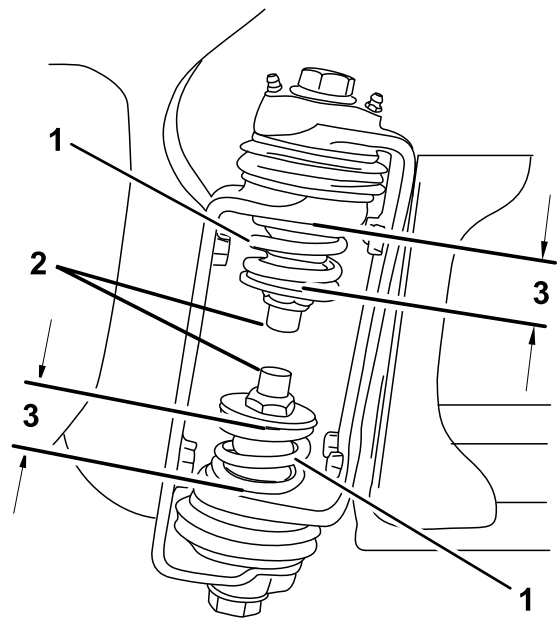

Рисунок 49
3. На шарнире стрелы измерьте степень сжатия верхней и нижней пружин, когда стрелы находятся в выдвинутом положении (Рисунок 49).